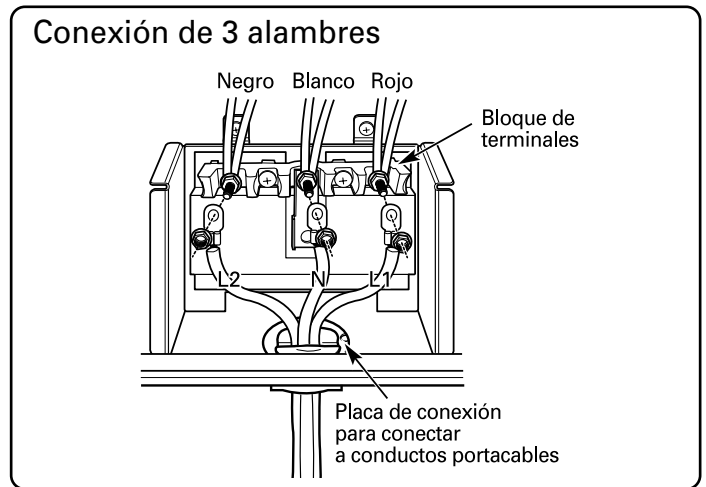

FIGURA 6
1. Quite las 3 tuercas del bloque de terminales y guárdelas. (Consulte la Figura 6.)